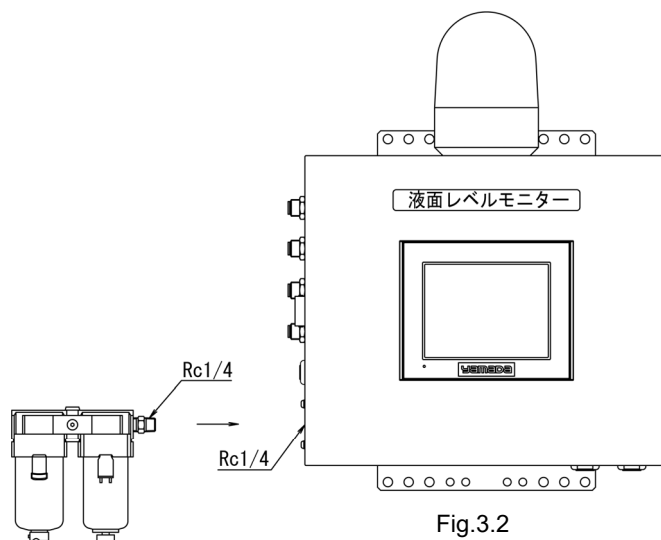

Fig.3.2
- 1) 警告盤にフィルタ組立（付属品）を接続してください。（Fig.3.2）